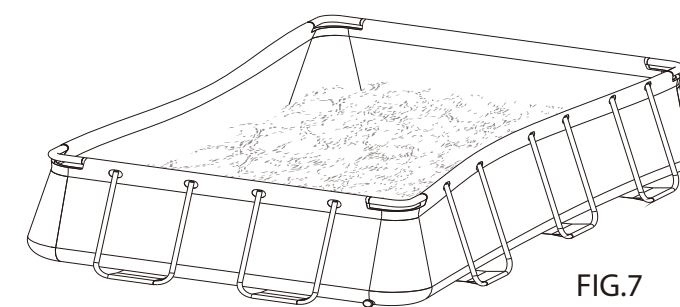

FIG.7
I. Cuando el medio lleno de agua, el marco superior tenderá a doblarse en el medio (ver Fig. 7). Es absolutamente normal. Siguen llenando de agua a un nivel óptimo, el marco se restaurará a su forma normal.